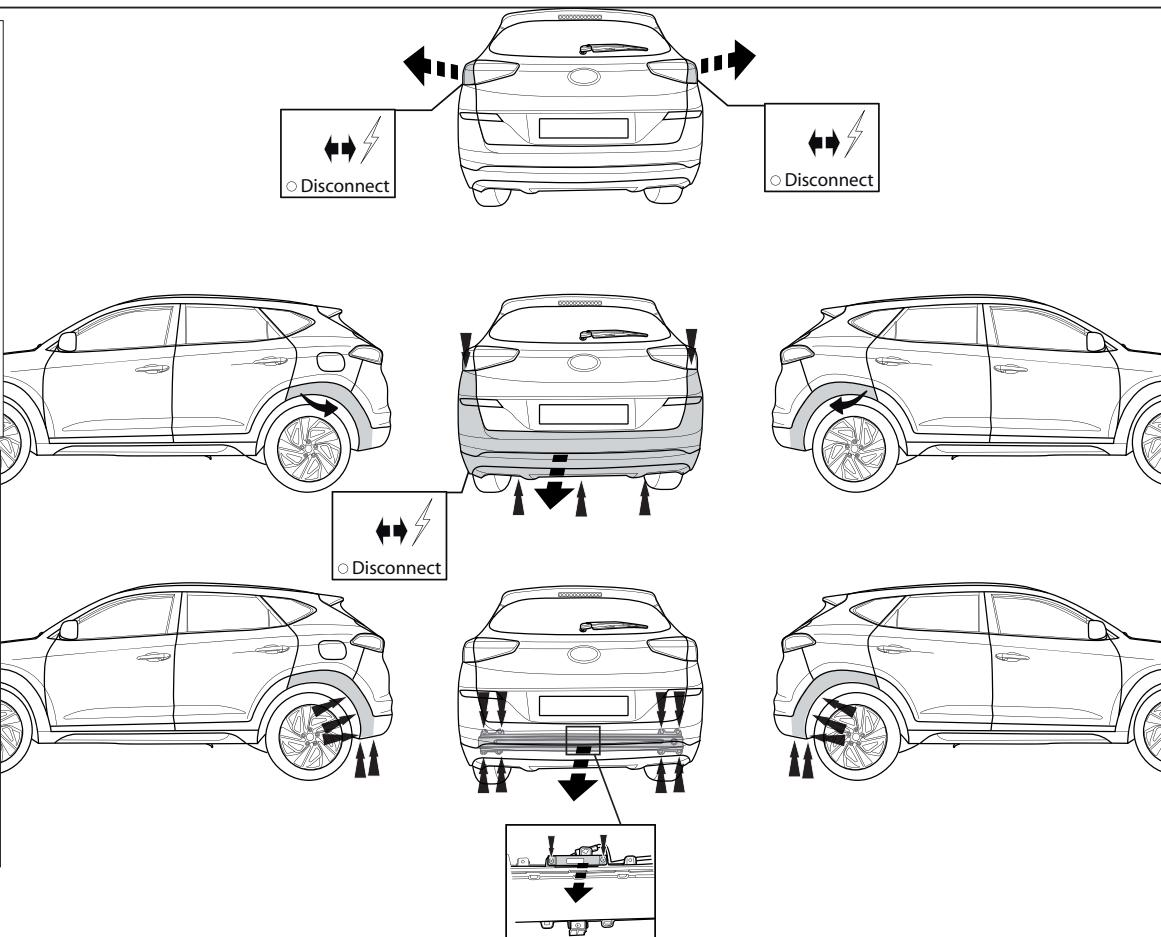

Fig. 1
1. Снять оба блока задних фар. Снять бампер вместе со буферным бруском автомобиля. Буферный брус больше не понадобится. Демонтируйте антенну. См. рисунок 1.